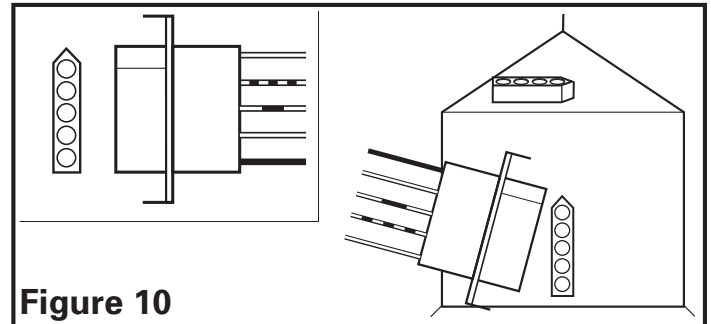

Figure 10
2. Branchez le cordon de 5 broches de raccord rapide du ventilateur dans la prise sur le côté du couvercle du compartiment de câblage et le cordon de 4 broches de raccord rapide de la lumière dans le réceptacle sur le dessus du couvercle du compartiment de câblage. Ces cordons peuvent être insérés dans un seul sens dans les réceptacles (Figure 10).